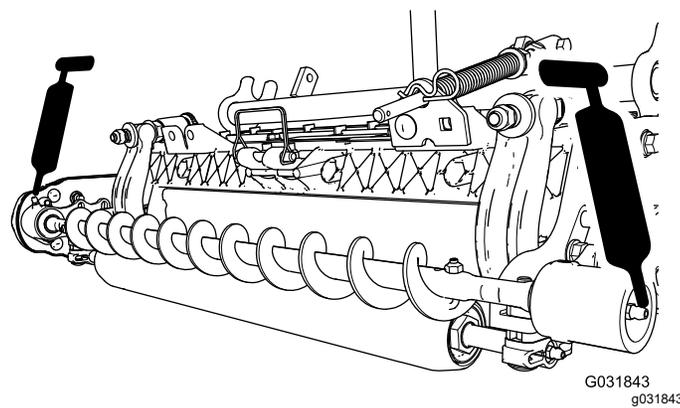

图 17
3. 用 2 号通用型锂基润滑脂润滑每个滚筒刷轴承座上的黄油嘴 图 17。